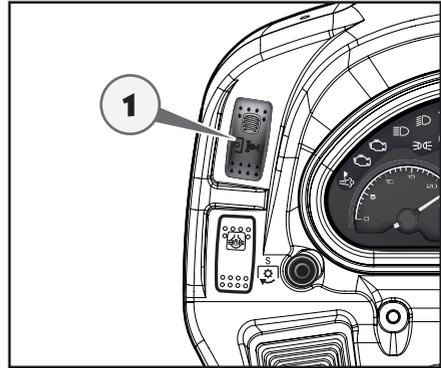

Abb. 5.12.1
Die hintere Zapfwelle kann "unabhängig" oder "synchronisiert" sein. Das Ein- oder Ausschalten erfolgt über den Zapfwellenschalter (1) (Abb. 5.12.1 - 5.12.2).